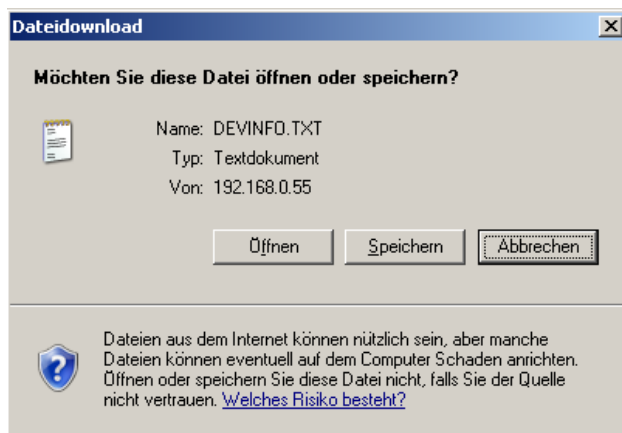

Bild 6-6 Dialog Dateidownload, Speichern .TXT
- ✦ Klicken Sie im Dialog **Dateidownload** (siehe Bild 6-6) auf die Schaltfläche **Öffnen**.